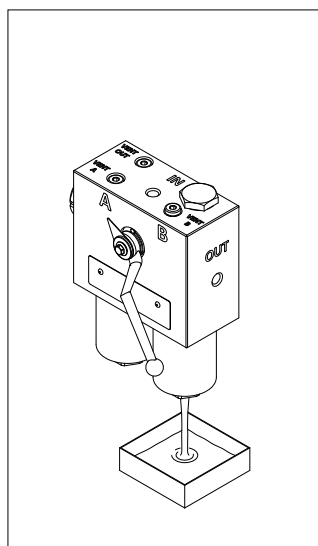

fig. 21
- (Fig. 21) Drenare il fluido di lavoro dal fondo del contenitore al recipiente di raccolta